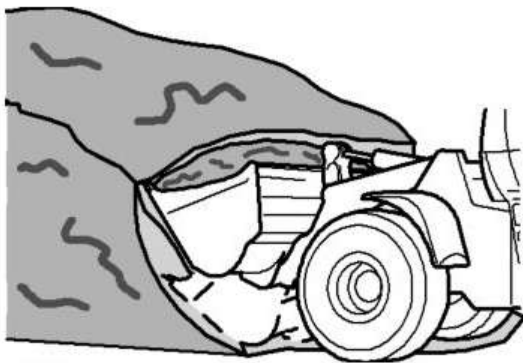

Рисунок 3. 84 Процесс отбора материала снизу вверх
- ▶ Процесс отбора материала (песка, гравия) начинать снизу и продолжать вверх (рис. 3. 84).
- ▶ Процесс отбора твердого материала (скальный грунт) начинать сверху и продолжать вниз (рис. 3. 85).